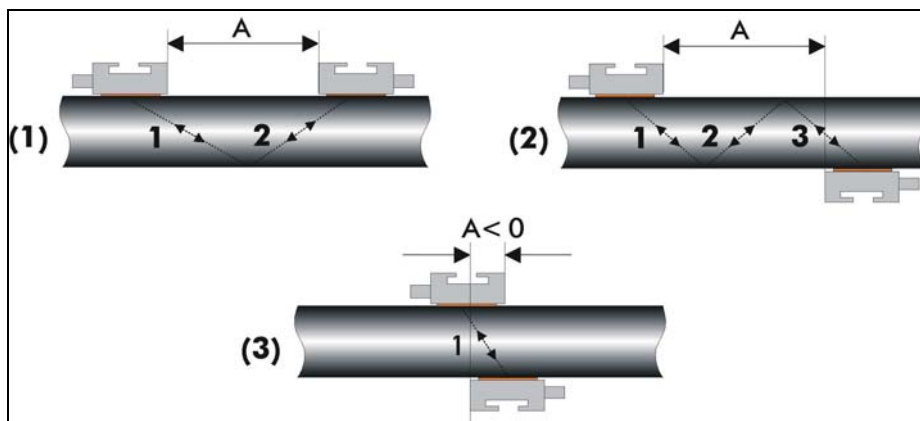

Рисунок 3-1 Способы установки датчиков и измерение расстояний
Наиболее частый способ установки датчиков – Зеркальный режим, также известный как V-режим (см. *Рисунок 3-1*, эскиз (1)). В этом режиме ультразвуковой сигнал дважды проходит через среду (2 прохода). Зеркальный режим – наиболее удобный метод установки, так как расстояние между преобразователями можно легко измерить и датчики можно прекрасно совместить. Этот метод необходимо применять всегда, когда это возможно.
Альтернативный способ установки (см. *Рисунок 3-1*, эскиз (3)) – это Диагональный режим (Z-режим). В этом режиме сигналы проходят через среду однократно. Этот метод часто используется для больших труб, где может быть сильное затухание сигнала.
Возможны вариации Зеркального и Диагонального режимов при увеличении числа проходов через среду. Любое четное количество проходов требует установки датчиков на одной стороне трубы, в то время, как при нечетном количестве проходов датчики надо устанавливать на противоположных сторонах трубы. Обычно для маленьких труб применяются такие способы установки датчиков как четырехпроходные (W-режим) или трехпроходные (N-режим) (см. *Рисунок 3-1*, эскиз (2)).
Расстояние между датчиками измеряется между торцами, смотрящих друг на друга, как показано на *Рисунок 3-1*. Оно автоматически рассчитывается расходомером на основании введенных параметров наружного диаметра трубы, толщины стенки трубы, толщины и материала покрытия, среды, рабочей температуры, типа датчиков и выбранного числа проходов сигнала.
На маленьких трубах возможно отрицательное расстояние между датчиками $A < 0$, если выбран диагональный режим (см. *Рисунок 3-1*, эскиз (3)).